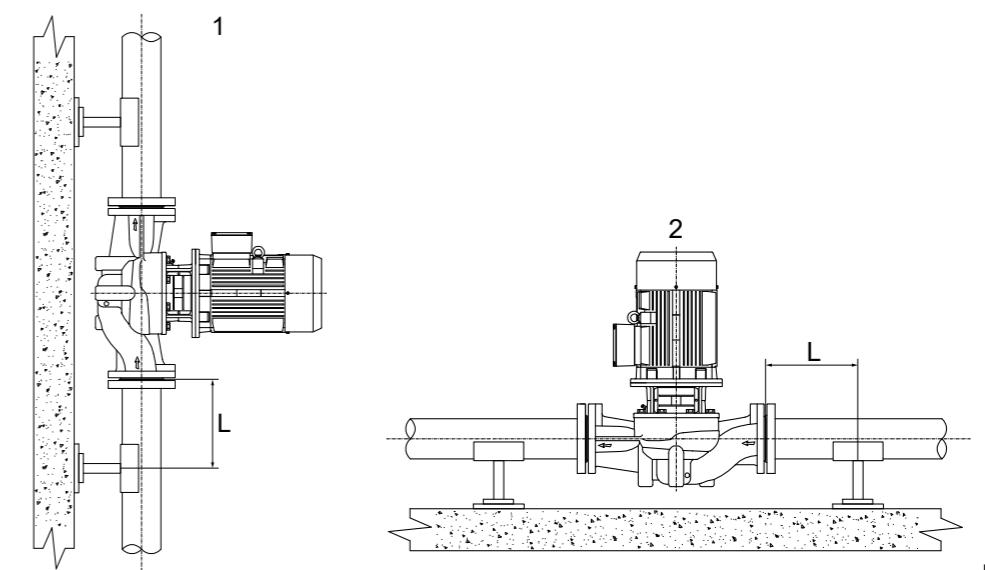

Рис. 5
- Если трубы с двух сторон могут поддерживать насос, а мощность двигателя не превышает 2,2 кВт, насос можно подвесить на трубы. При этом опоры труб должны располагаться на расстоянии не более $L=3 \times DN$ от места соединения насоса с трубопроводом (см. Рис. 5);